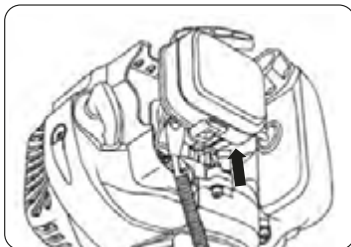

Рис.10
- Пять-семь раз нажмите на резиновый колпачок ручной подкачки топлива для заполнения карбюратора топливной смесью (Рис.10). При этом сквозь резиновый колпачок кнопки ручной подкачки топлива должна просматриваться подкачиваемая топливная смесь. Если топливная смесь не заполнила колпачок, нажмите на кнопку ручной подкачки топлива еще несколько раз.